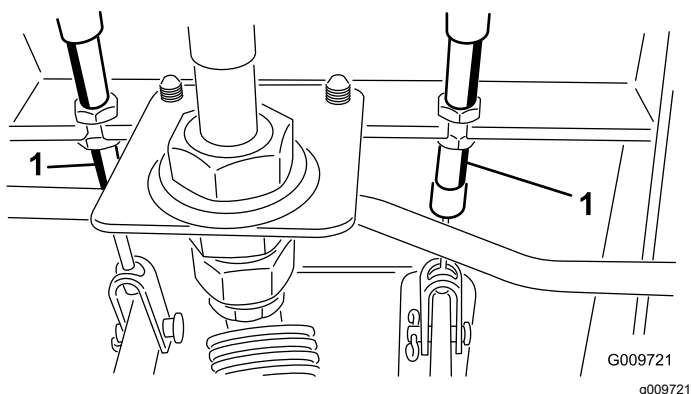

Figure 95
- A. Desserrez l'écrou avant sur l'extrémité fileté du câble de frein (Figure 95).